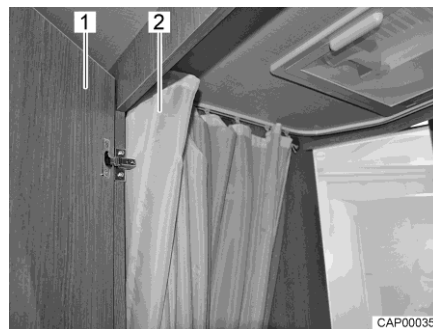

Bild 101 Toilettenraum mit Dusche
- Zum Duschen die Tür (Bild 101,1) schließen und den Duschvorhang (Bild 101,2) komplett zuziehen, so dass alle Wände geschützt sind.